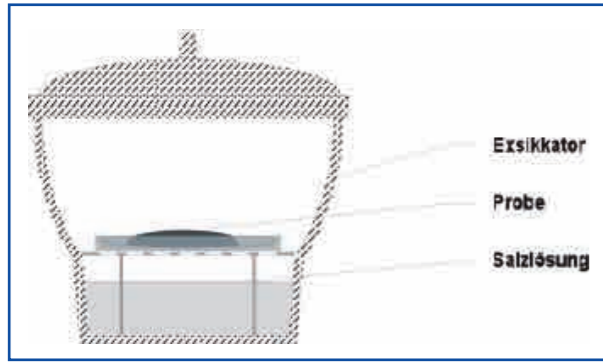

Abb. 3 Befeuchtung einer Materialprobe im Exsikkator über einer gesättigten Salzlösung
- Die Proben werden über eine bestimmte Zeit in einer Umgebung mit bekannter relativer Luftfeuchte gelagert (Abb. 3). Durch die Auswahl der Salzart zur Herstellung